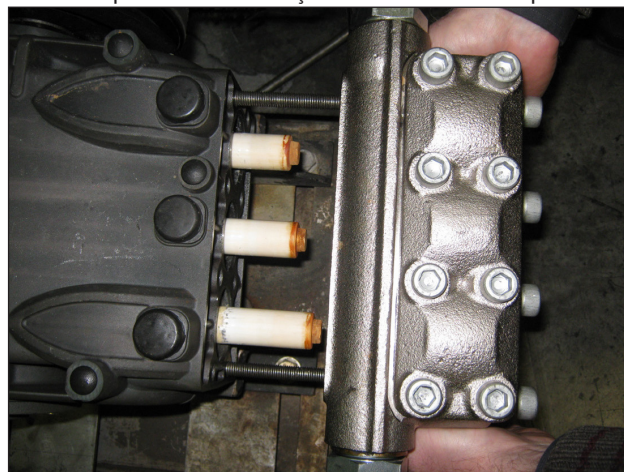

Fig. 30
- B) Lubrifique os componentes ②③⑤ com lubrificante de silicone do tipo OCILIS, cód. 12001600; tal operação é considerada necessária também para facilitar a colocação da borda das vedações no pistão.
1. Use dois parafusos - tomada de serviço (cód. 27726000) fixe ao carter, conforme indicado na (Fig. 30), posicione o cabeçote completo, certificando-se que esteja centralizado somente no pistão central.